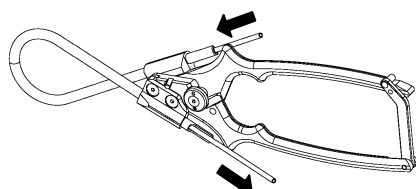

図1
- 1) パッサーを組み立てた状態で、パイプにケーブルチューブが通ることを確認します。(図1)